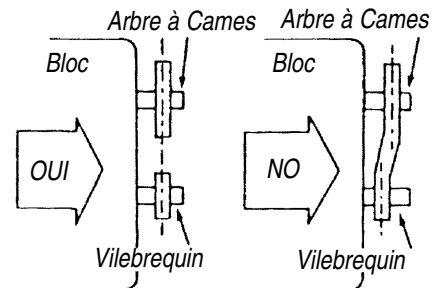

Figure 2 - Vérifiez le cadrage de la chaîne pour être sûr que les deux pignons sont installés correctement.
- Veillez à ce que les pignons de came et de manivelle soient exactement alignés l'un sur l'autre. Un mauvais alignement peut briser la chaîne. (Voir Figure 2).